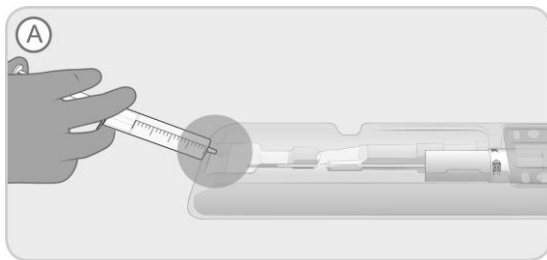

Figura 2. Llene la cavidad de la bandeja con solución salina no heparinizada.
- A. Con la bandeja colocada sobre una superficie horizontal en la zona de preparación de estériles, llene la cavidad del extremo de la bandeja (marcada con la letra «A» en la bandeja) con solución salina no heparinizada (20 cc aproximadamente) para sumergir el implante, figura 2.